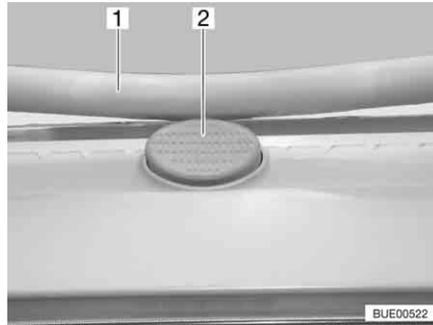

Bild 73 Sicherungsknopf an der Heki-Dachhaube
- Den Sicherungsknopf (Bild 73,2) drücken und den Bügel (Bild 73,1) mit beiden Händen nach unten ziehen.
- Den Bügel mit beiden Händen nach oben drücken, bis der Bügel oberhalb des Sicherungsknopfes (Bild 73,2) liegt.